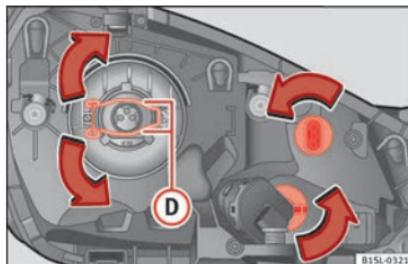

Fig. 85 Farol esquerdo
2. Pressione o arco de segurança » Fig. 85 **D** para baixo, na direção da seta, e desengate-o para o lado e afaste-o.
5. Coloque a lâmpada na sua posição original e engate o arco de segurança » Fig. 85 **D**